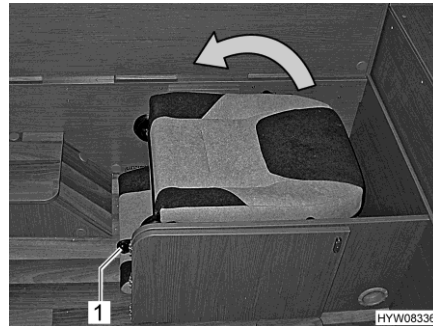

Bild 28 Fälla ut extrastol 1
- Tryck spaken (Bild 28,1) och håll den nedtryckt. Fäll fram ryggsätet helt.